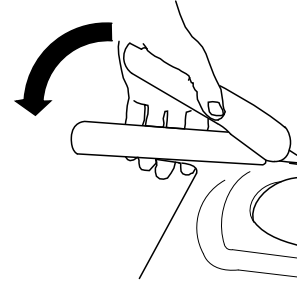

Figure 8
3. Serrez le levier gauche (déplacement) contre la poignée (Figure 8).
6. Serrez le levier gauche (déplacement) contre la poignée (Figure 8).